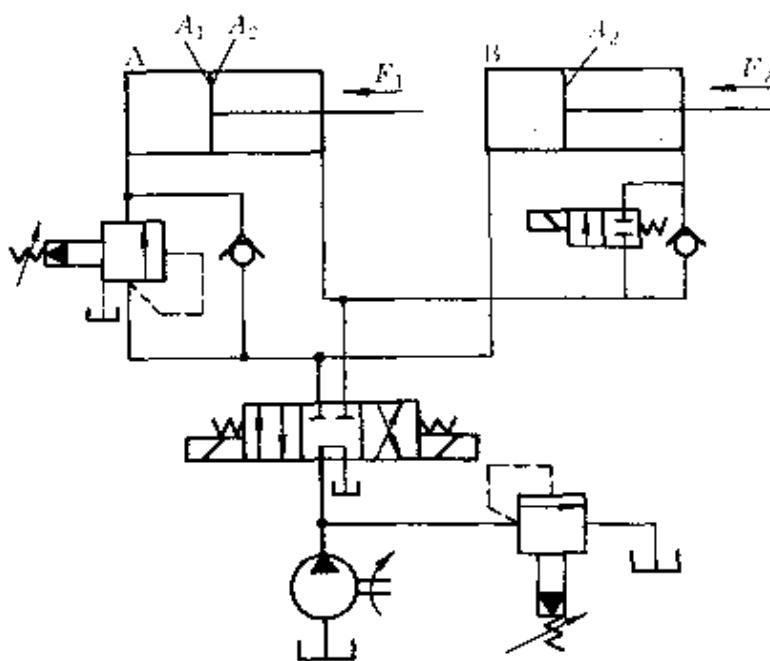

图 7-44 顺序动作回路
**例 10** 在图 7-44 中，已知  $F_1 = 40\text{kN}$ ,  $F_2 = 60\text{kN}$ ,  $A_1 = 100\text{cm}^2$ ,  $A_2 = 50\text{cm}^2$ , B 缸回油阻力  $p_{\pi} = 0.2\text{MPa}$ , 要求 B 缸先动, A 缸后动。问顺序阀和溢流阀的调整压力分别为多少？若不计管路损失，A 缸动作时，顺序阀的进油口和出油口压力分别为多少？
**解：**(1) 顺序阀和溢流阀的调整压力 B 缸运动时，克服负载  $F_2$  的作用，无杆腔所需压力